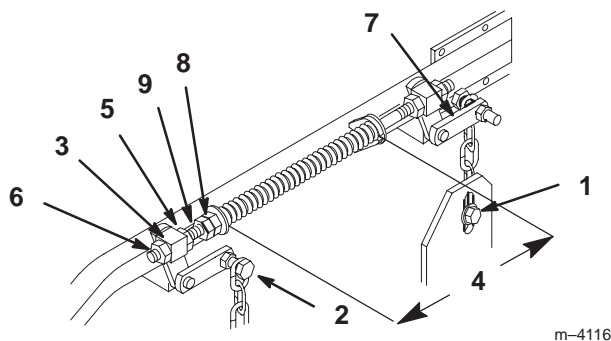

Figure 62
2. Vérifiez la pression des quatre (4) pneus et réglez-la à 90 kPa (13 psi) au besoin.
4. Relevez le plateau de coupe en position de transport (Fig. 61). Détendez les deux grands ressorts de levage du plateau en desserrant autant que possible l'écrou de blocage et l'écrou avant, devant chaque ressort (Fig. 62).
6. Desserrez le boulon inférieur de la chaîne, dans la fente située à l'arrière du plateau de coupe. Répétez la procédure de l'autre côté. (Fig. 62).
7. Desserrez l'écrou de blocage avant et arrière de chaque côté du pivot avant. Continuez de desserrer jusqu'à ce que les chaînes avant soient desserrées et que le plateau repose sur les cales. Répétez la procédure de l'autre côté. (Fig. 62).
- Quand la visserie est desserrée, la tension encore présente dans les grands ressorts de soutien a tendance à faire tourner la poignée de levage du plateau de coupe vers le haut et à lui faire quitter la position de 38 mm. Appuyez fermement sur le bras de support arrière du plateau pour ramener la poignée de levage à cette position (Fig. 62).
- Tout en continuant d'appuyer sur le bras de support arrière du plateau de coupe, tendez la chaîne arrière et serrez la visserie inférieure (Fig. 62). Vous pouvez maintenant relâcher le bras de support arrière. Répétez la procédure de l'autre côté.
- Réglez les ressorts de compression en tournant les écrous avant de façon à obtenir un espace de 260 mm entre les deux grandes rondelles. Serrez fermement l'écrou de blocage (Fig. 62).